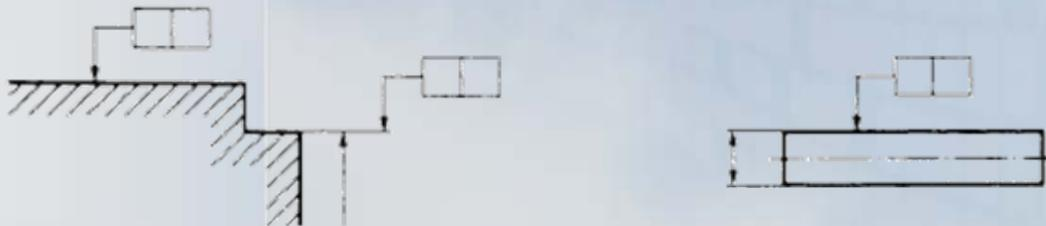

Figura 4.6 Contorno de elemento
- Sobre el contorno del elemento (figura 4.6).